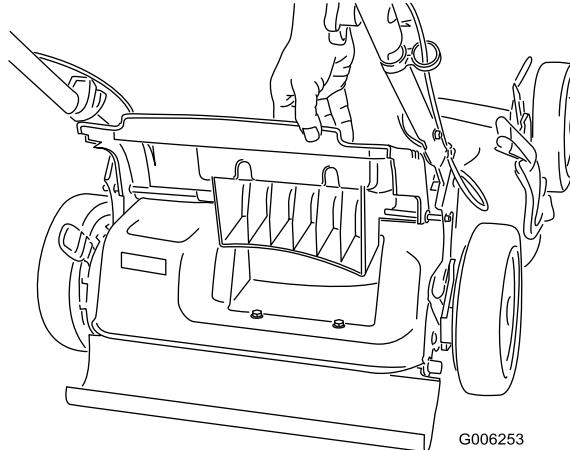

Рисунок 18
1. Поднимите и удерживайте заднюю дверцу (Рисунок 18).